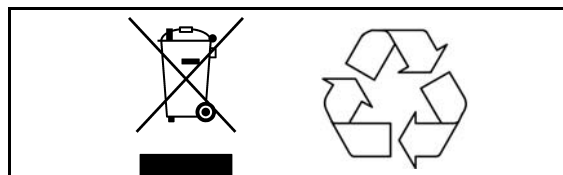

Fig. 3
- En ce qui concerne le recyclage et l'élimination des batteries, il faut observer les règlements contenus dans la directive DEEE (Déchets d'équipements électroniques et électriques), ainsi que les règlements municipaux. Sinon, il y a des risques d'explosion, de fuite et donc de blessures. Si les batteries sont retournées, il faut isoler les bornes avec du ruban adhésif, sinon l'électricité résiduelle contenue dans les batteries usées risque de causer un incendie ou une explosion. La Fig. 3 illustre les symboles de l'élimination des déchets et du recyclage.